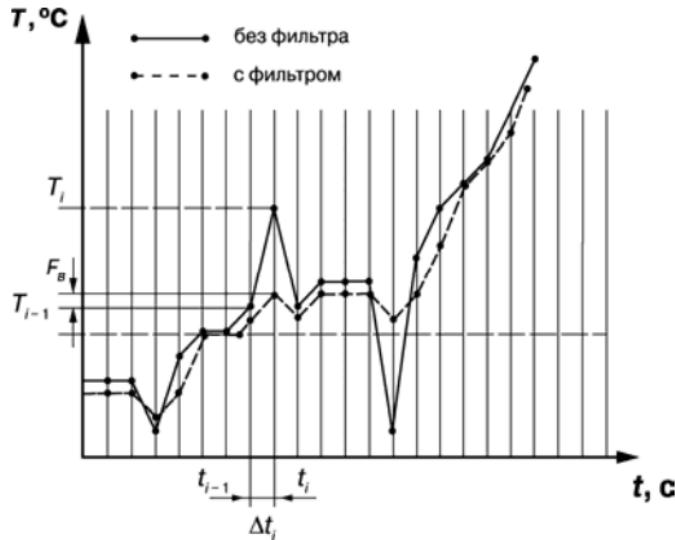

Рисунок 3.4
3.2.2.4.2 Полоса цифрового фильтра позволяет защитить измерительный тракт от единичных помех и задается в единицах измеряемой величины. Если измеренное значение  $T_i$  отличается от предыдущего  $T_{i-1}$  на величину, большую, чем значение параметра  $Fb$ , то прибор присваивает ему значение равное  $(T_{i-1} + Fb)$ , а полоса фильтра удваивается (рисунок 3.4). Таким образом, характеристика сглаживается.